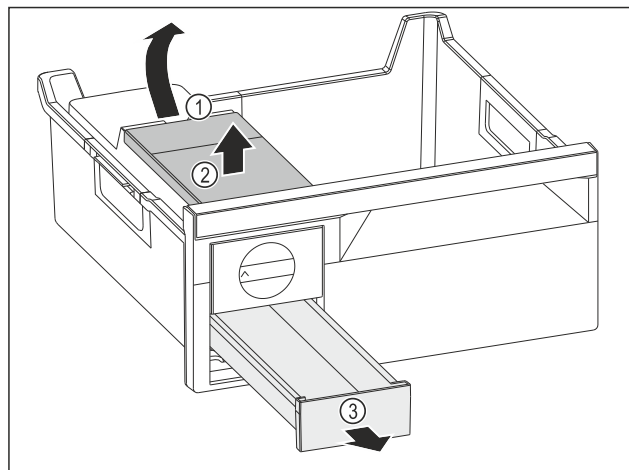

Fig. 90
- ▶ Wymywanie zbiornika wody: Zbiornik wody unieść za wycięcia Fig. 90 (1).
- ▶ Wyjąć zbiornik wody Fig. 90 (2) do góry.
- ▶ Wyjąć szufladę na kostki lodu Fig. 90 (3) do przodu.